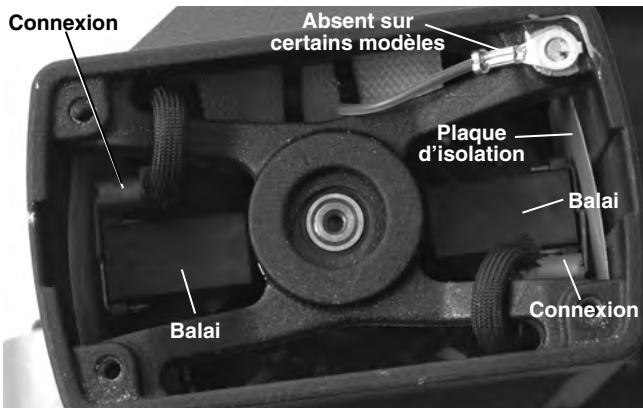

Figure 26 – Emplacement des balais (couvercle de carter retiré)
- Retirez les logements de balai à l'aide d'une pince. Débranchez la connexion électrique (*Figure 26*).